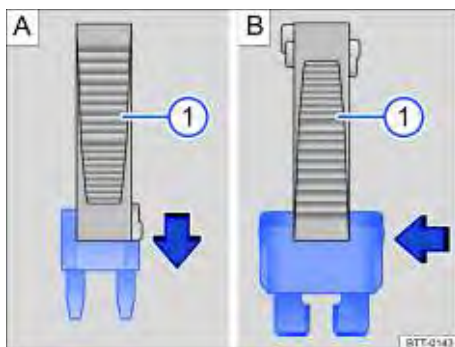

Fig. 168 Remover ou instalar um fusível com a garra da pinça de plástico .
- Se necessário, retirar a pinça de plástico ⇒ Fig. 168  da cobertura da caixa de fusíveis.
- Em caso de *fusíveis pequenos*, encaixar a garra  por cima ⇒ Fig. 168 A.
- Em caso de *fusíveis maiores*, empurrar a garra  lateralmente sobre o fusível ⇒ Fig. 168 B.